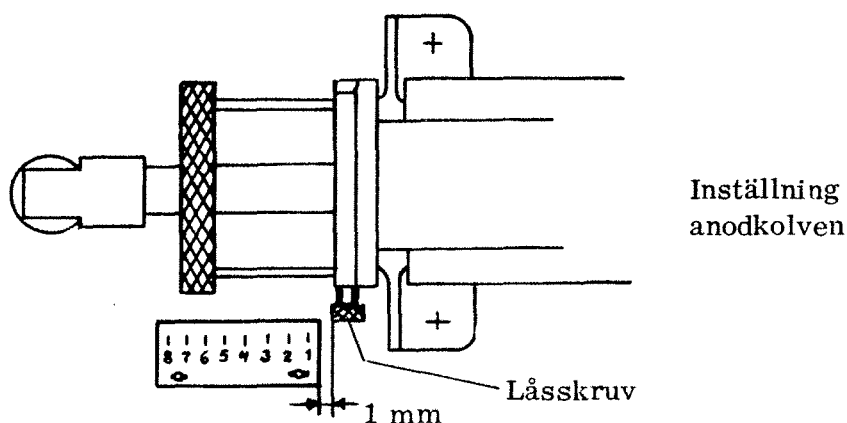

Bild 23
Om en förskjutning av arbetsområdet är nödvändig, förfar enligt följande: (se bild 23).
- Koppla upp enligt bild 23 men en pulsgenerator tillkommer.